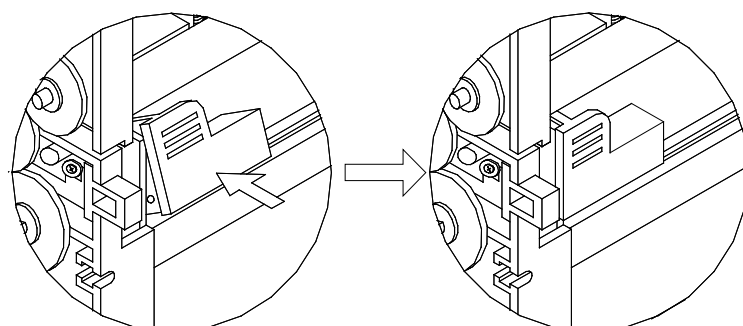

Рис. 2.5.2b
9. Поднимите датчик наличия этикетки (см. рисунок 2.5.2a), и запустите печать (см. рисунок 2.5.3). (Рисунок 2.5.2b показывает, как повернуть датчик наличия этикетки.)